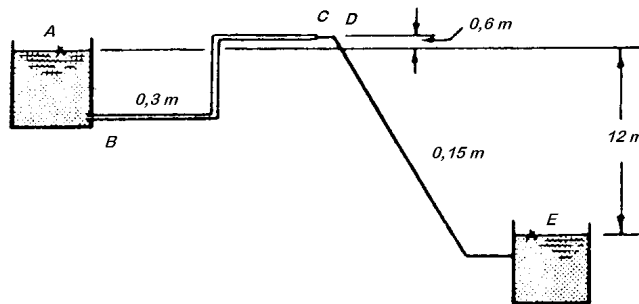

Figura P3.36
3.36 Um óleo de densidade $0,761$ escoar-se do tanque A para E como representado na figura P3.36. As perdas de carga podem ser consideradas como se indica a seguir.